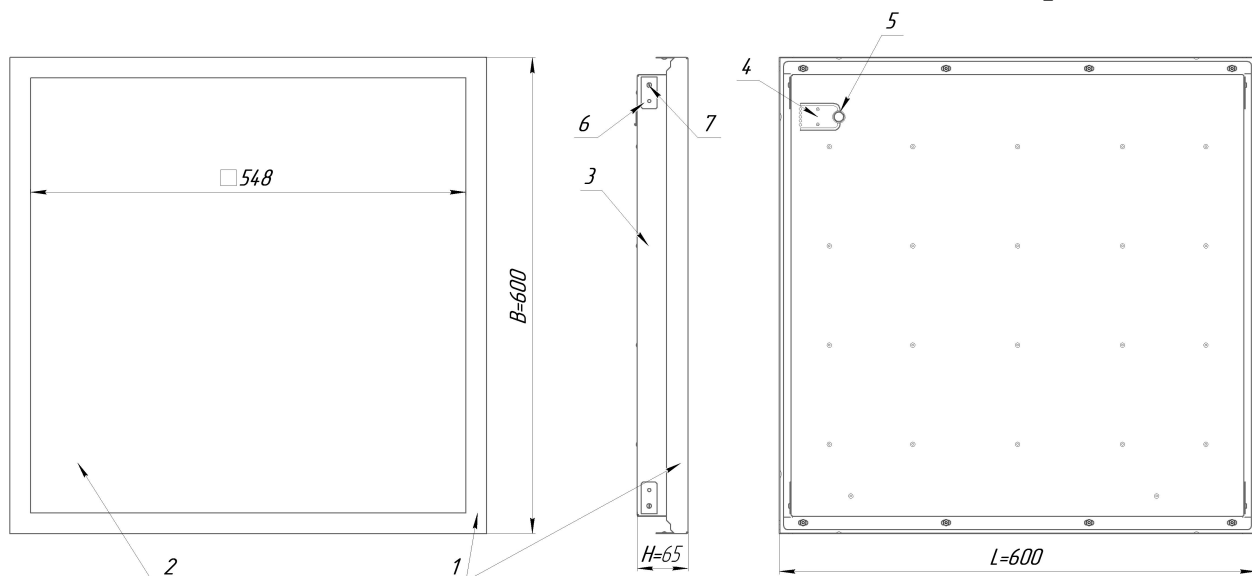

Рисунок 1 - Светильник ДВО12 VCF
3.2 Светильник ДВО12 VCF (рис. 1 приложения А) состоит из обечайки поз. 1, рассеивателя поз. 2, корпуса со встроенным светодиодным модулем и источником питания поз. 3, пластин подвеса поз. 4, закреплённых винтами поз. 5, и провода поз. 6.
5.5 Ослабьте винты поз. 5, поверните пластины подвеса поз. 4 в вертикальное положение и зафиксируйте их винтами (рис. 1).
5.9 Проденьте проволочные подвесы (в комплект не входят) через отверстия пластин подвеса (поз. 4 рис. 1) и закрепите их на несущей запотолочной поверхности.
5.10 Для подключения светильника к сетевому проводу (см. рис. 4) снимите кольцо (поз. 5 рис. 1), отогните язычок с клеммной колодкой (поз. 4 рис. 1). Проденьте сетевой провод через кольцо и подключите к клеммной колодке согласно схеме, приведённой на рис. 4. Светильник с функцией управления по протоколу 1-10V подключать согласно схеме, приведённой на рис. 4б, по протоколу DALI - на рис. 4в. Закройте язычок с клеммной колодкой и установите кольцо в отверстие так, как показано на рис. 4.